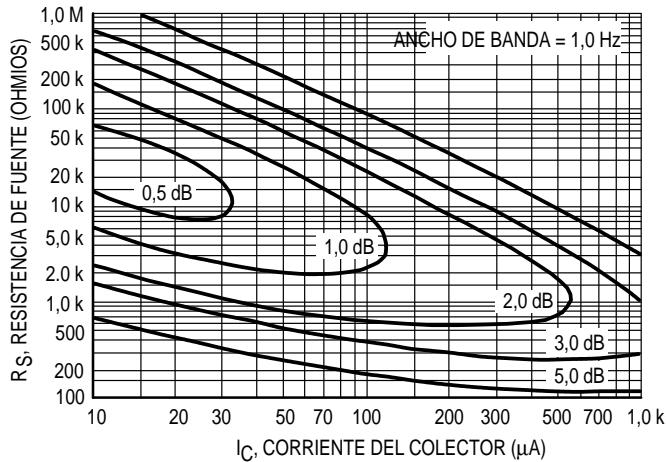

Figura 3. Banda estrecha, 100 Hz
- $e_n$  = Tensión de ruido del transistor en referencia a la entrada. (Figura 3)